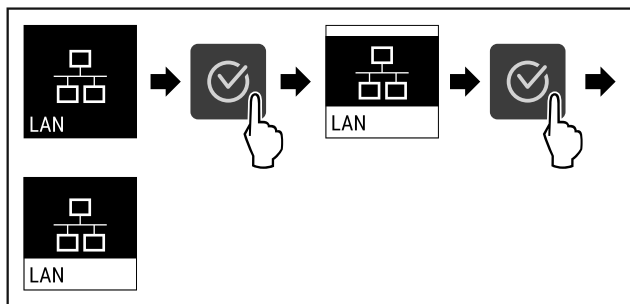

Fig. 91
- ▶ Proved'te akční kroky (viz Fig. 91).